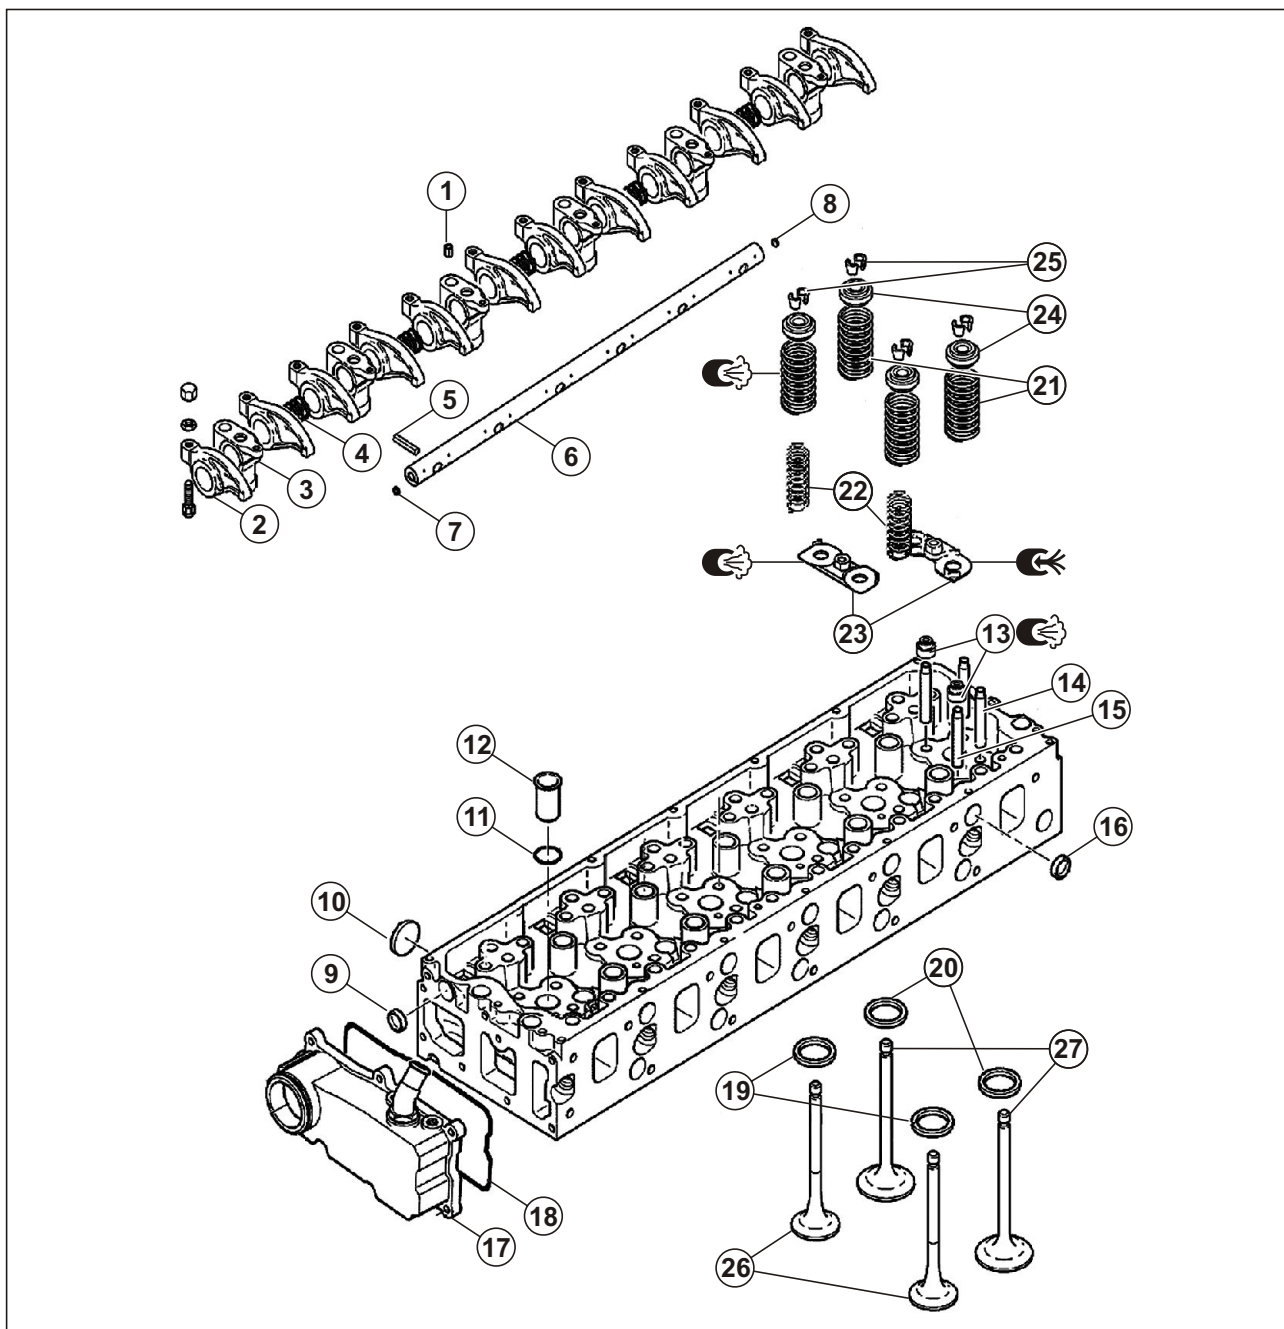

Рис. 52. Развернутая схема головки блока цилиндров.
(см. Рис. 52)
4.9.1.1. Разборка коромысел с осью и стойками. (см. Рис. 52)
4.9.1.2. Сборка коромысел с осью и стойками. (см. Рис. 52)
1. Установить заглушки (9, 16) (см. Рис. 52), используя приспособления 3016 + 2363 25 мм.
2. Установить заглушку (10) (см. Рис. 52), используя приспособление 3016 + 2363 42 мм.
1. Поставить на место кольцевое уплотнение (11) (см. Рис. 52).
3. Установить на место стакан форсунки (12) (см. Рис. 52).